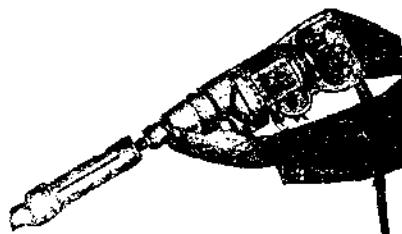

Рис. 65. Пуск вхолостую.
1. Развертывание рабочего места: а) выемка из ящика б) развертывание кабеля в) включение в сеть г) проба вхолостую	Моторист подносит ящик с инструментом к рабочему месту, открывает ящик и вынимает инструмент из ящика. Вынимает бухту и развертывает кабель на длину 10 м. (см. рис. 58). При развертывании не допускать: а) петления и скручивания кабеля, б) прокладывания кабеля через проезжие пути и места складывания материала. Берет штепсельную вилку и вставляет ее в штепсельную розетку кабеля от сети электростанции. Убеждается в плотности соединения контактов вилки с розеткой, подводящей ток (см. рис. 20). Правой рукой берет инструмент за рукоятку, накладывает указательный палец на собачку куркового выключателя и, придерживая левой рукой инструмент за головку, нажимает пальцем на собачку куркового выключателя. Убедившись в правильной работе двигателя (отсутствие гудения, визга, шума, искрения щеток), выключает двигатель (рис. 65).